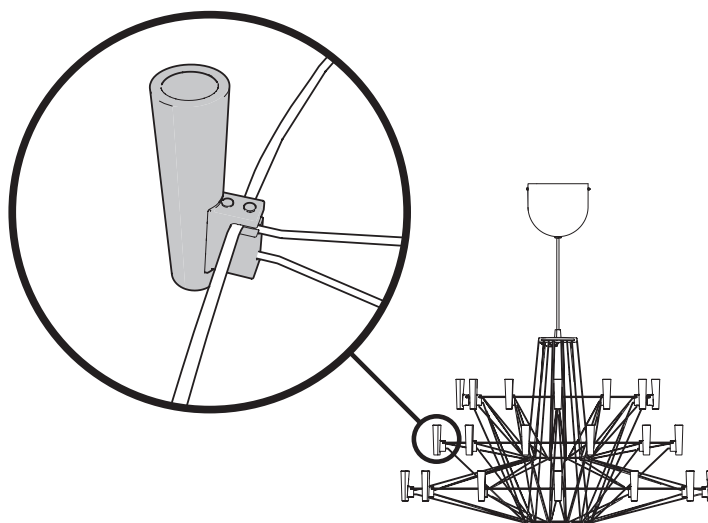

図1
1. LEDの取付ネジ（上部2ヶ所、下部1ヶ所合計3ヶ所）を六角レンチM4（別途用意）で回してゆるめ（図1）、ワイヤーフレームからLEDを取り外します。（図2）